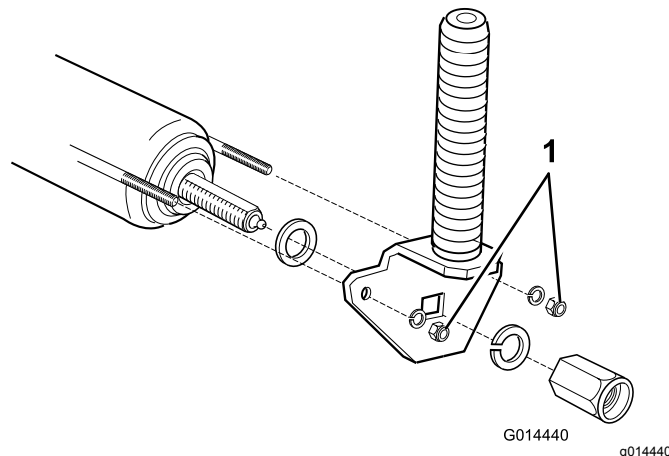

Bild 69
2. Ziehen Sie die Muttern um vier ganze Umdrehungen an, um den Draht richtig zu spannen (Bild 69).